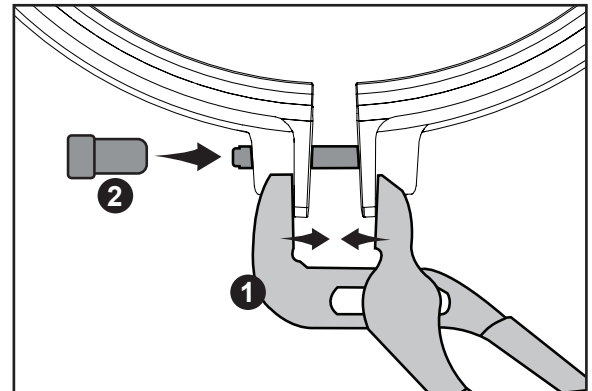

ABBILDUNG 6
5. Drücken Sie die Klemme mit einer *Wasserpumpenzange (1)* zusammen und beginnen Sie, die *Klemmmutter (2)* mit der Hand festzudrehen. Siehe **ABBILDUNG 6**.